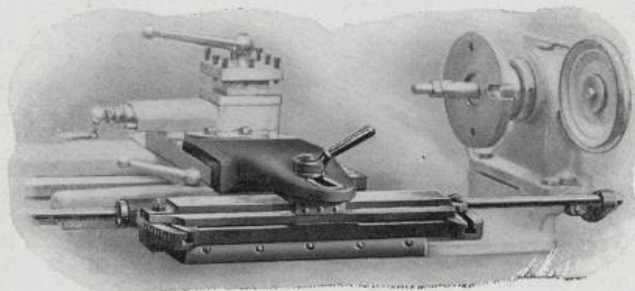

FIG. 302.
**Appareil à tourner conique.** — Il se compose : d'un support fixé à l'arrière de la cuirasse et se déplaçant avec elle; d'un chariot coulissant sur ce support et immobilisé à la hauteur de la pièce à tourner, sur une tringle fixe régnant sur toute la longueur arrière du banc. Ce chariot porte une règle dont on fait varier l'inclinaison selon la conicité à donner à la pièce (fig. 302).